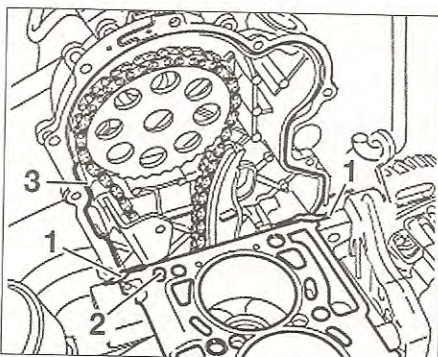

FIG. 23
- Aplicar masilla sobre las zonas (1) de la culata, a la altura del cárter de distribución (fig. 23).
- Comprobar la presencia de los casquillos de centrado (2) y colocar la junta de culata.
- Aplicar masilla de silicona también en la junta de culata sobre las zonas (1) y en la zona (3) del cárter de distribución.